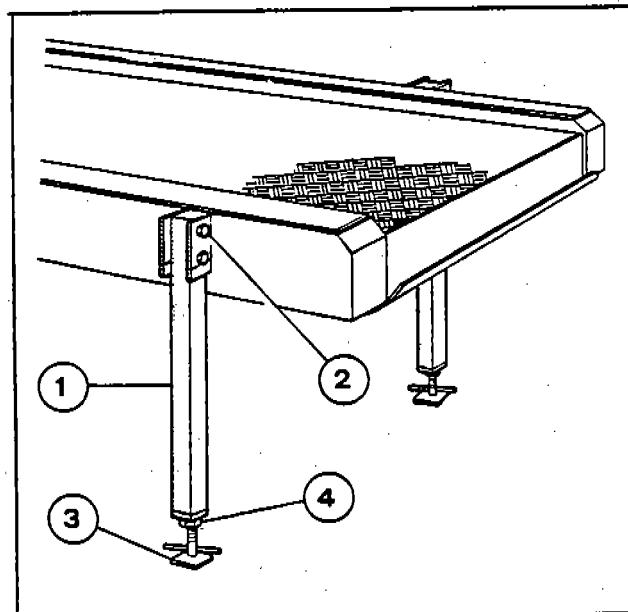

Fig. 11
- h) Montare gli stabilizzatori anteriori piano mobile anteriore (1-Fig. 11) fissandoli con le apposite viti (2-Fig. 11).
- i) Eliminare l'eventuale gioco tra piedino (3-Fig. 11) stabilizzatore e piano di appoggio, avvitando o svitando il piedino stesso. Bloccare il controdado di fermo (4-Fig. 11).